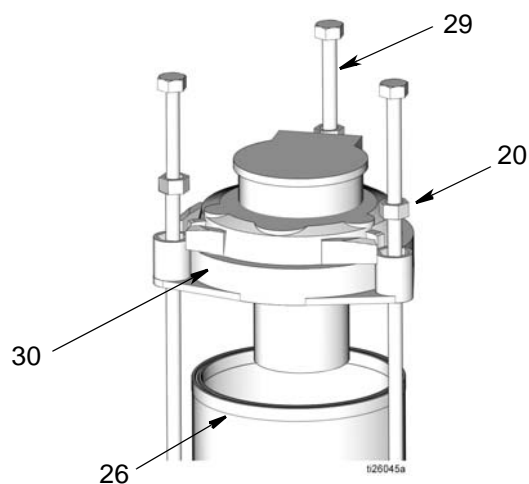

Рис. 58
12. Установите крышку поверх прокладки резервуара (26). Установите распорную деталь (20) и стяжные стержни (29) (Рис. 58).